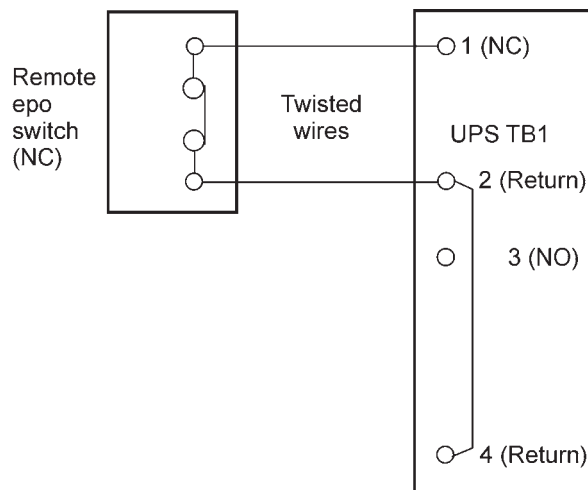
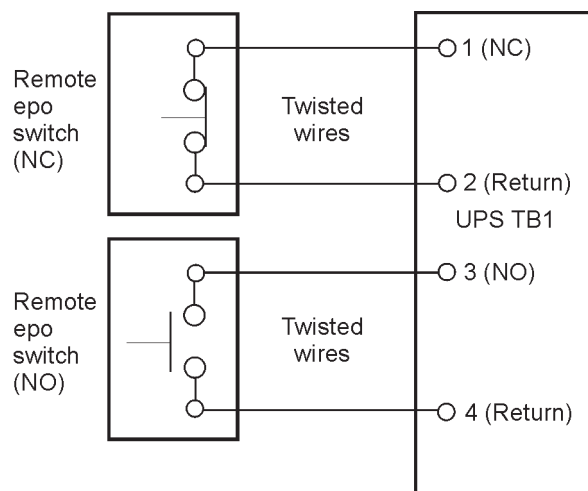

Рис. 4-15. Проводка нормально-замкнутого удаленного выключателя ЕРО
Рис. 4-16. Подключение нормально-замкнутого и нормально-разомкнутого удаленного выключателя ЕРО
10. Снимите вводные пластины интерфейсной проводки шкафа ИБП и просверлите/пробейте в них отверстия (см. рисунок 4-15 на стр. 68).
На Рис. 4-15 и Рис. 4-16 представлены альтернативные способы подключения удаленного выключателя ЕРО с использованием выключателя от стороннего производителя.